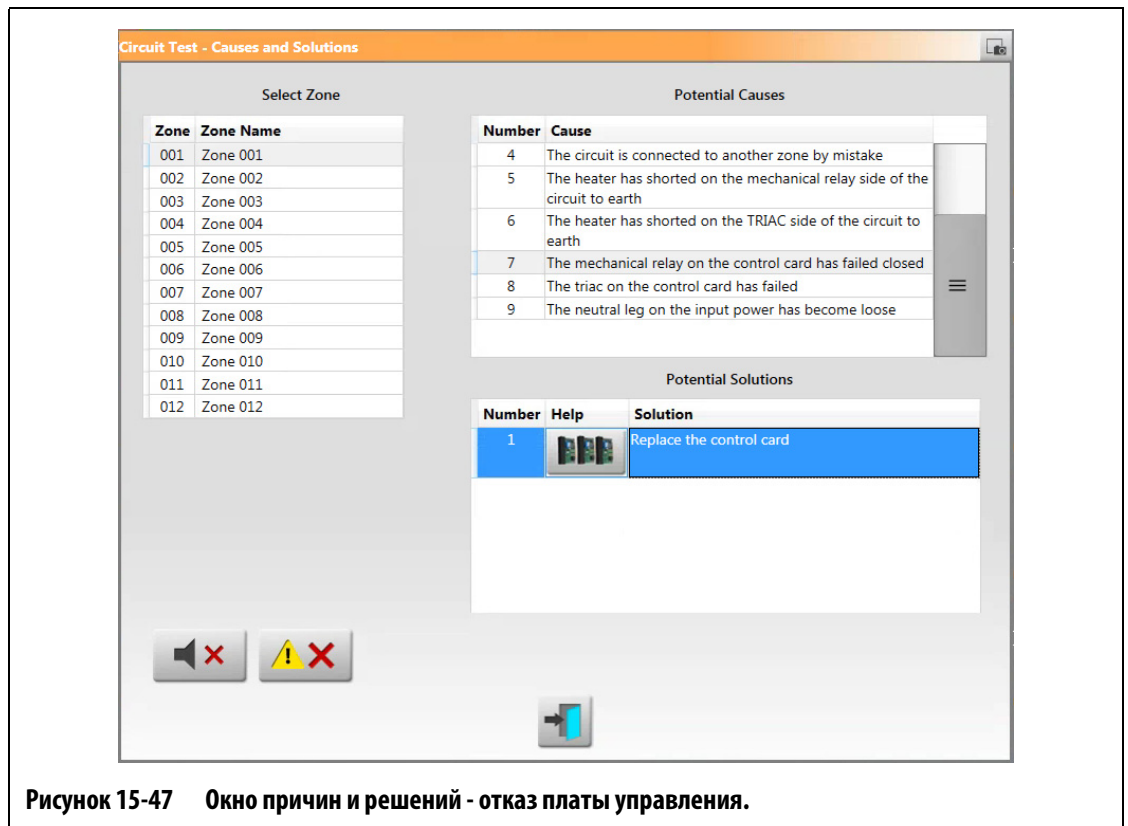

Рисунок 15-47 Окно причин и решений - отказ платы управления.
- Перейдите на страницу Размещение платы - нажмите эту кнопку, чтобы отобразить экран Размещение платы. Объединительная плата и плата управления, связанная с проблемной зоной, будут выделены красным цветом, как при использовании экрана История событий для просмотра ошибок. Кнопка Перейти к размещению платы отображается в Рисунок 15-47. Информацию об экране размещения плат см. в разделе Раздел 15.2.
Сбои, связанные с интеллектуальными платами управления (ICC), покажут кнопку Перейти к размещению платы под столбцом Справка в поле Потенциальные решения. См. Рисунок 15-47. Нажмите эту кнопку, чтобы увидеть экран размещения платы, который поможет вам найти ICC, вызвавший сбой. Информацию об экране размещения плат см. в разделе Раздел 15.2.